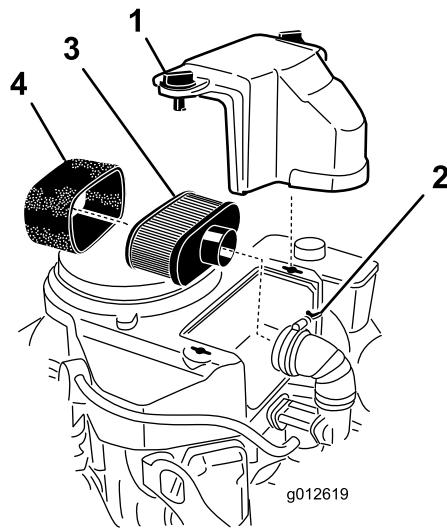

Figura 24
3. Limpie alrededor del limpiador de aire de forma que la suciedad no penetre en el motor y cause daños (Figura 24).
4. Desenrosque los pomos de la tapa y retire la tapa del limpiador de aire (Figura 24).
5. Desenrosque la abrazadera y retire el conjunto del limpiador de aire (Figura 24).
6. Retire cuidadosamente el filtro de gomaespuma del filtro de papel (Figura 24).
1. No limpie el filtro de papel, cámbielo (Figura 24)
1. Deslice cuidadosamente el elemento de gomaespuma sobre el elemento de papel (Figura 24).
2. Coloque el conjunto del limpiador de aire sobre la base del limpiador de aire y fíjelo con 2 tuercas de orejeta (Figura 24).
3. Coloque la cubierta del limpiador de aire y apriete el pomo de la cubierta (Figura 24).